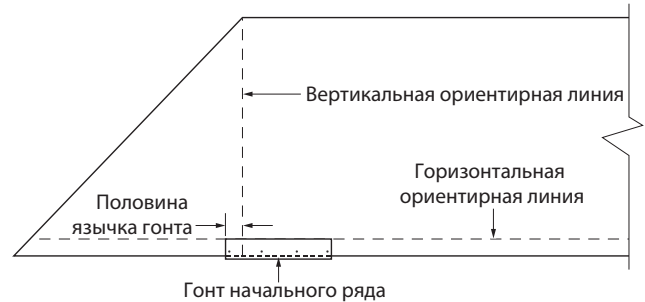

Рис. 9-1. Полосовой гонт начального ряда, перекрывающих вертикальную ориентирную линию.
3. Уложите полосовые гонты начального ряда, как указано в инструкциях по укладке используемых гонтов. Не отрезайте край гонта, а расположите его таким образом, чтобы он перекрывал вертикальную линию на половину измеренной длины язычка. Гонты начального ряда должны быть уложены по всей длине карнизов (см. Рис. 9-1).